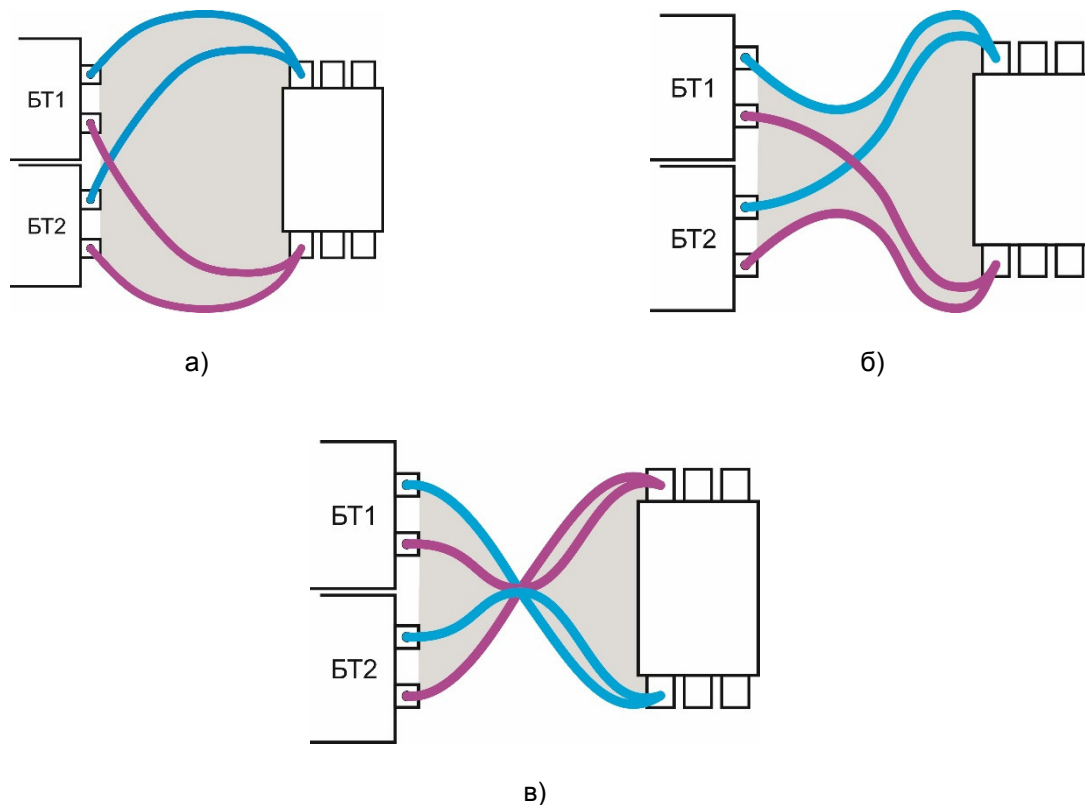

Рисунок 6.4 – Уменьшение индуктивного сопротивления силовой цепи
3) Постарайтесь снизить индуктивное сопротивление нагрузки, уменьшив площадь контура, образованного силовыми проводами и нагрузкой (рисунок 6.4а). Для этого стяните силовые кабели по возможности ближе друг к другу (рисунок 6.4б), либо подключайте силовые кабели к нагрузке, скрестив концы (рисунок 6.4в).